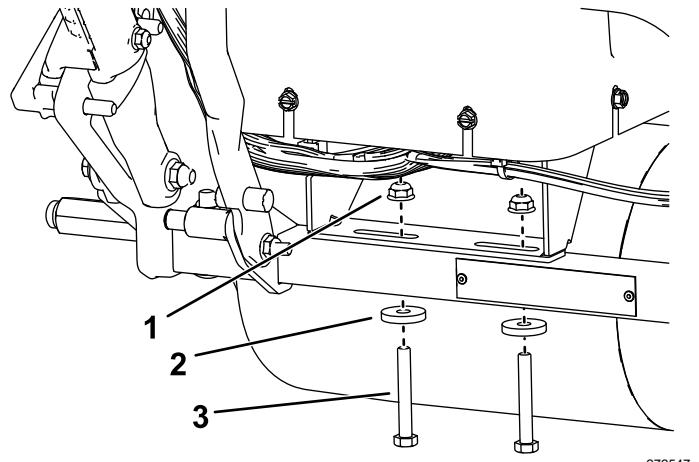

Figura 11
2. Instale el soporte trasero de la plataforma en el bastidor, como se muestra en la Figura 11.